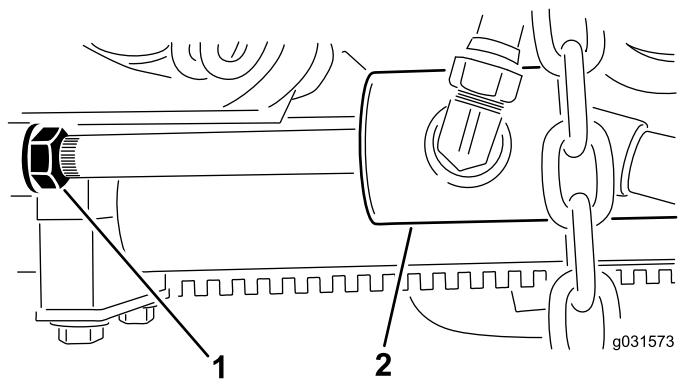

Figura 12
B. Allentate il controdamo sul cilindro (Figura 12).